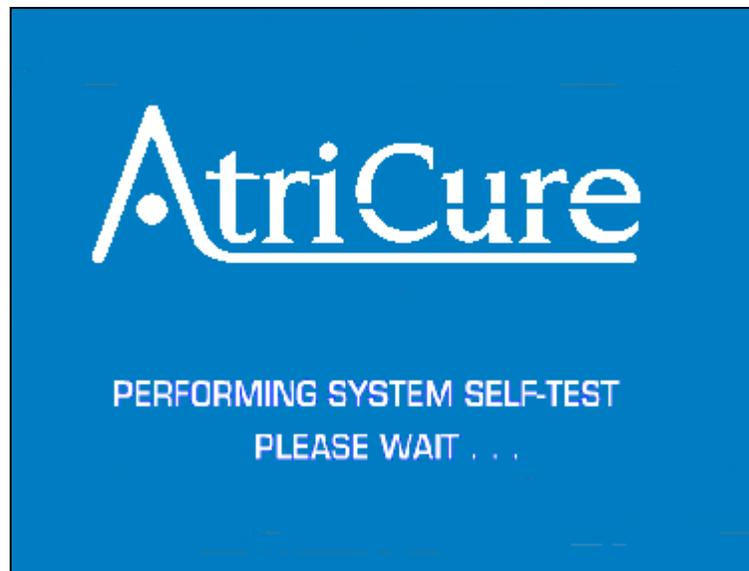

Abbildung 5 – Displayanzeige beim SELBSTTEST
2. Schalten Sie das Gerät mit dem EIN/AUS-Schalter am Spannungseingangsmodul auf der Rückseite ein. Wenn das Gerät eingeschaltet ist, führt das System die System-Selbsttests durch. Siehe Abbildung 5. Wenn alle Selbsttests durchgeführt wurden, wechselt das System in den Modus BEREITSCHAFT. Wenn ein Selbsttest fehlschlägt, wechselt das System in den Modus STÖRUNG. Der Selbsttest erzeugt beim Start zwei schnelle Pieptöne. Der Bediener muss überprüfen, ob die Pieptöne ausgegeben werden.